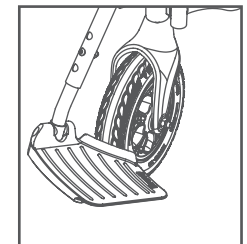
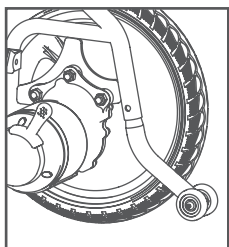

Figura 11
Figura 12
- Ajuste de la altura del pedal: afloje los tornillos de fijación en el sujetador con un llave hexagonal, ajuste el pedal a la altura adecuada según la altura del ocupante y bloquee los pernos de fijación, vea la Figura 11.
- Instalación y retirada de la rueda estabilizadora: Sujete la canica en el rueda estabilizadora con los dedos mientras se instala e inserte en el orificio del marco hasta que se sujete al orificio de la silla de ruedas. Mientras retira, sostenga la canica con una mano y tire de la rueda estabilizadora hacia atrás con la otra mano, consulte la Figura 12 (Después de la instalación, la rueda estabilizadora está a unos 4 cm sobre el suelo).
- Uso del tubo de reposa pies: La silla de ruedas eléctrica está provista de un tubo para reposa pies móvil, gírelo de la posición en la Figura 11 a la posición en la Figura 12 a lo largo del eje de rotación, asegurándose de que gire en la ranura de la parte de plástico y abra el pedal; la secuencia de acción se invierte para plegarse hacia arriba (Nota: la función es sólo adecuada para modelos provistos con su tubo móvil).